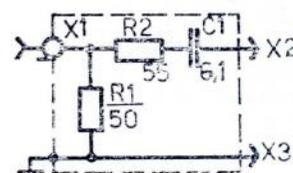

Рис. 5.
6.4.1. Для настройки контуров диапазонов КВ подключите генератор ВЧ через согласующее звено (рис. 5) к гнезду на-